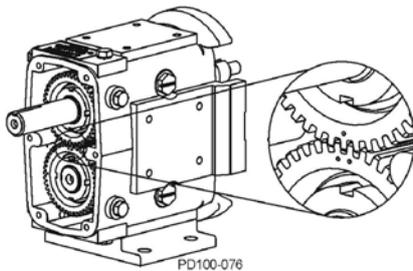

Abb. 59 Körnungen an den Zahnrädern
3. Schieben Sie das Zahnrad mit **zwei** Körnungen auf die kurze Welle. Richten Sie die Körnungen der Zahnräder übereinander aus (Abb. 59).